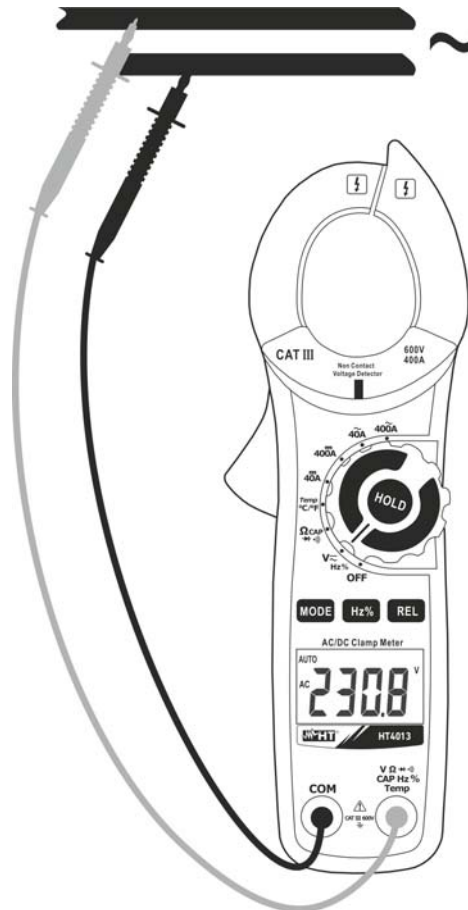

Fig. 3 : Utilisation de la pince pour mesure de tension AC
4. Insérer le câble rouge dans l'entrée du jack **VΩ▶▶)CAPHz%Temp** et le câble noir dans la borne d'entrée **COM** (Fig. 3).